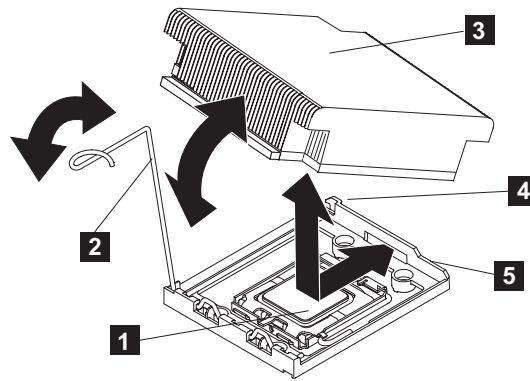

図 254. SAN ポリウム・コントローラー 2145-CF8 マイクロプロセッサへのヒートシンクの取り付け
- 309 ページの図 254 に示すように、マイクロプロセッサの上部でヒートシンクを位置合わせします。